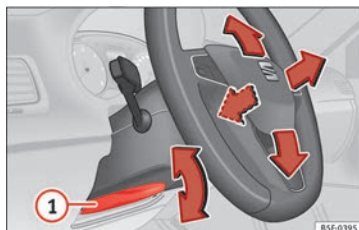

Fig. 19 Leva nella parte inferiore del lato sinistro del piantone dello sterzo.
• Regolazione della posizione del volante: tirare la leva » » » **fig. 19** ① verso il basso, muovere il volante verso la posizione desiderata e risollevare la leva fino al punto di chiusura.